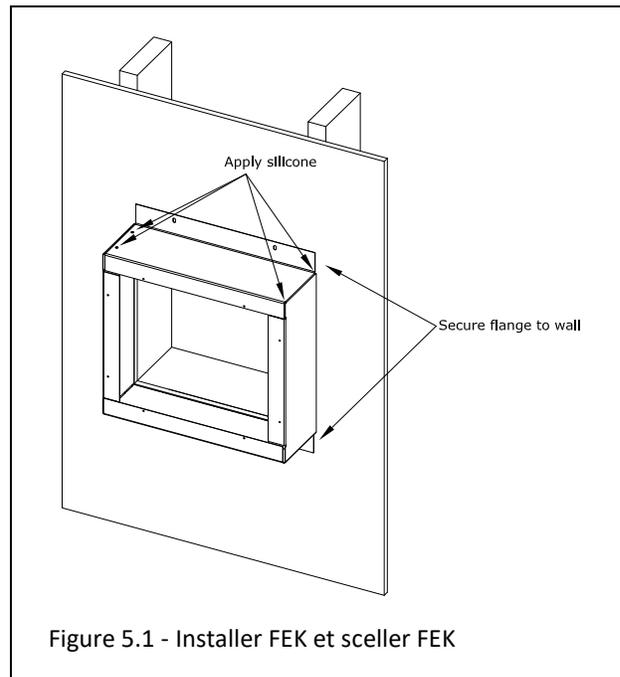

Figure 5.1 - Installer FEK et sceller FEK
2. Fixez le boîtier d'extension du kit d'extension de finition au bâtiment. Assurez-vous que le kit d'extension de finition est d'équerre sur l'ouverture encadrée. Voir Figure 5.1. Scellez tous les coins, joints et lignes de pliage avec du mastic silicone. Assurez-vous que tous les espaces et les trous sont remplis afin de former une enveloppe scellée.